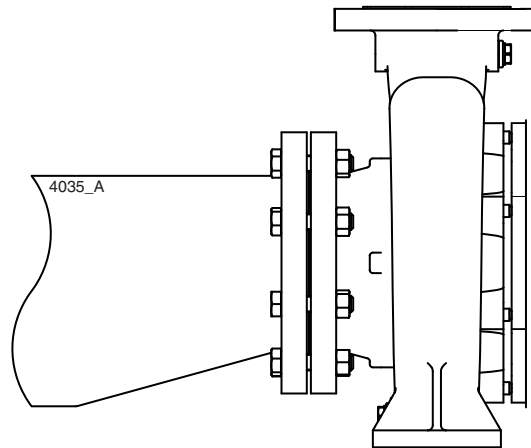

Bild 7: Excentrisk reduktion till inloppsfläns.
- Sugledningens tvärsnitt måste vara väl tilltaget. Denna ledning måste vara så kort som möjligt och dras till pumpen så att inga luftfickor kan bildas. Om detta inte är möjligt, måste en avluftningsmöjlighet anordnas på den högsta punkten. Om sugledningen har ett större tvärsnitt än pumpens suganslutning, måste en excentrisk reducering monteras, så att ingen virvelbildning kan uppstå. Se bild 7.